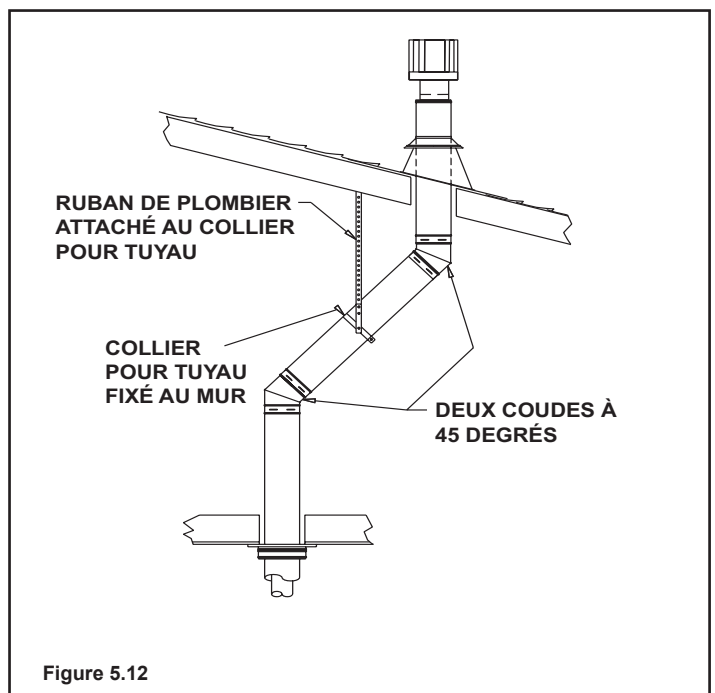

Figure 5.12
Placer l'appareil à gaz à l'emplacement désiré. Descendre un fil à plomb du plafond jusqu'à l'emplacement de l'orifice du tuyau de l'appareil, et marquer l'endroit où le tuyau entrera dans le plafond. Percez un petit trou à cet endroit. Puis, descendez un fil à plomb depuis le toit jusqu'au trou percé précédemment dans le plafond, et marquez le point où le tuyau entrera dans le toit. Contrôlez qu'aucune solive, chevron ou autre structure du plafond n'empêche le passage du conduit de fumée. Vous pouvez souhaiter changer de place l'appareil, ou compenser, tel que montré sur la **Figure 5.12** pour éviter de couper des sections porteuses. Lorsque l'emplacement est déterminé, percez un petit trou.
- (1) Si une compensation est nécessaire dans le grenier pour éviter les obstacles, il est important de supporter le tuyau tous les 3 pieds (914 mm) pour éviter une pression excessive sur les coudes, et une possible séparation. Des attaches murales sont disponibles dans ce but, **Figure 5.12**, à la page 15.
- (2) Si possible, utilisez des coudes à 45° au lieu de coudes à 90°. Le coude à 45° freine moins le flux des gaz et la prise d'air.